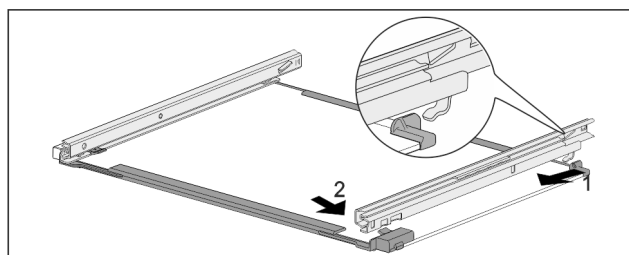

Fig. 174 Tablette en verre avec rails
- ▶ Accrocher le rail à l'arrière. Fig. 174 (1)
- ▶ Accrocher le rail à l'avant. Fig. 174 (2)